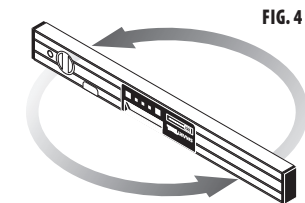

FIG. 4
Step 4: Rotate SMARTTOOL™, still upside down, end-for-end on the flat surface with the display now facing away from you. Wait 10 seconds. Push and hold the CALIBRATE button for 2 seconds until CAL2 appears on the display. (see fig. 4)
Paso 4: con el nivel aún invertido, rótelo sobre la superficie plana. El visualizador digital debe quedar alejado de usted. Espere 10 segundos. Presione el botón CALIBRADOR por 2 segundos hasta que en el visualizador digital aparezca CAL 2. (vea la Fig. 4)